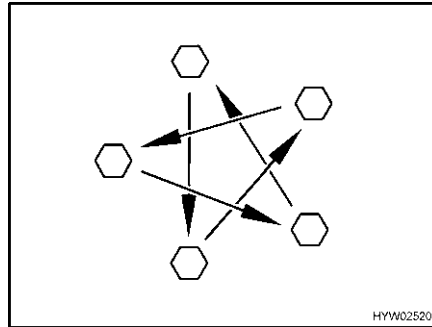

Fig. 134 Serrare a croce i dadi o i bulloni delle ruote
- Controllare regolarmente il serraggio dei dadi o dei bulloni. Regolare a croce (Fig. 134) il serraggio dei dadi o dei bulloni di una ruota sostituita dopo circa 50 km.
- ▷ Serrare a croce i dadi o i bulloni delle ruote (Fig. 134).